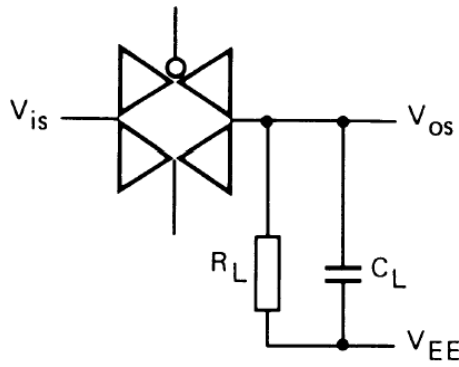

图 4
- $R_L=10K\Omega$ ;  $C_L=15pF$ ; 通道开通;  $V_{IS}=V_{DD (P-P)}/2$  (正弦波, 在  $V_{DD}/2$  处对称),  $f_{IS}=1KHz$ ; 如图 4 所示
- $R_L=1K\Omega$ ;  $C_L=5pF$ ; 通道关断;  $V_{IS}=V_{DD (P-P)}/2$  (正弦波, 在  $V_{DD}/2$  处对称);  $20lg(V_{OS}/V_{IS})=-50dB$ ; 如图 4 所示
- $R_L=1K\Omega$ ;  $C_L=5pF$ ; 通道开;  $V_{IS}=V_{DD (P-P)}/2$  (正弦波, 在  $V_{DD}/2$  处对称);  $20lg(V_{OS}/V_{IS})=-3dB$ ; 如图 4 所示